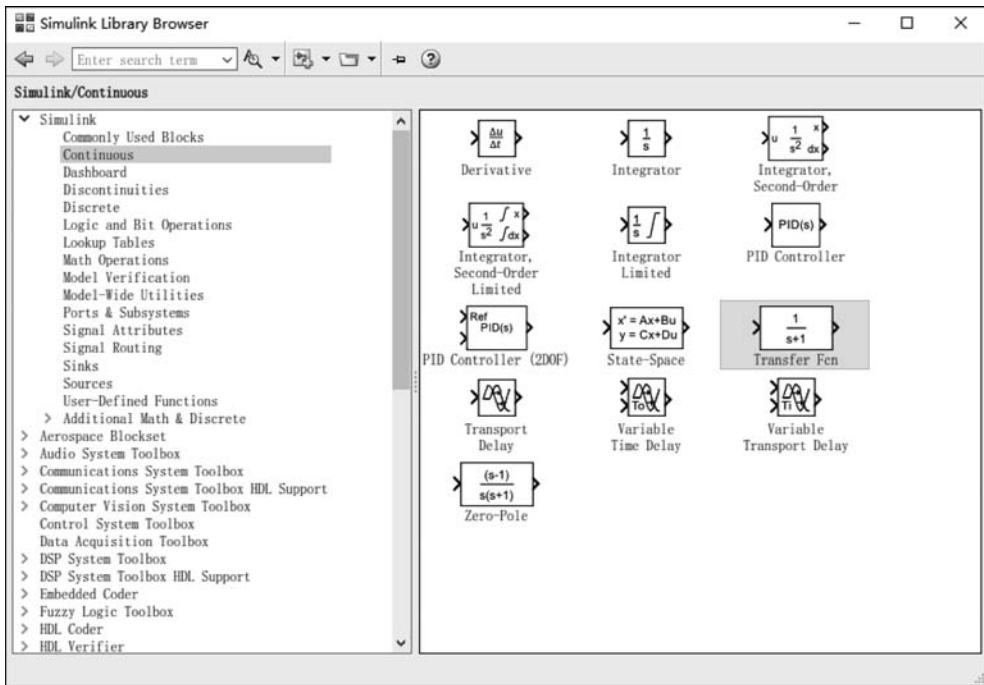

图 3-10 模块库浏览器
(1) 在 MATLAB 的命令窗口运行 Simulink 命令, 或单击工具栏中的  图标, 就可以打开 Simulink 模块库浏览器 (Simulink Library Browser) 窗口, 如图 3-10 所示。
(2) 单击工具栏上的  图标或选择菜单 File→New→Model 命令,新建一个名为 untitled 的空白模型窗口。
(3) 在图 3-10 的右侧子模块窗口中,单击 Source 子模块库前的“+”号(或双击 Source),或者直接在左侧模块和工具箱栏单击 Simulink 下的 Sources 子模块库,便可看到各种输入源模块。